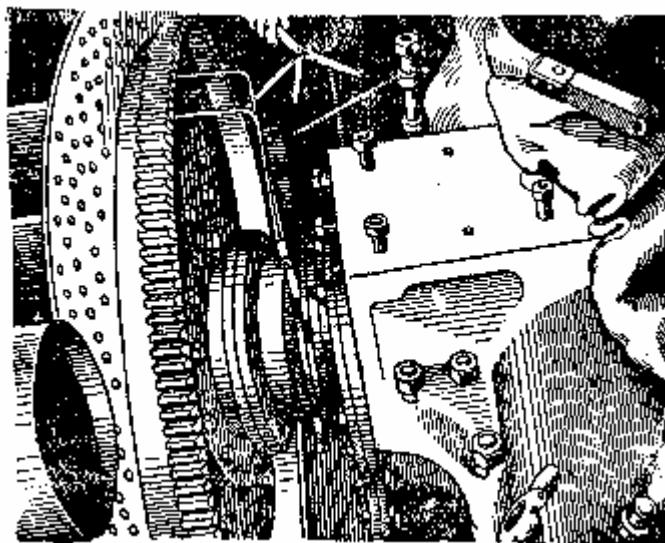

Рис. 105. Центровка двигателя с коробкой перемены передач (замер торцовог зазора)
- 4) Проверить совпадение осей ведущего вала коробки перемены передач и коленчатого вала двигателя. Эту проверку производят по двум стрелкам, одну из которых устанавливают на муфте соединения коробки с фрикционом, а другую — под гайку крепления зубчатого венца главного фрикциона, как показано на рис. 105 и 106. Разность зазора между осями стрелок при замерах сверху, снизу и с боков допускается не более 0,8 мм. В случае несовпадения стрелок более чем на 0,8 мм нужно подобрать соответствующей толщины прокладки под лапы двигателя или сместить двигатель в сторону, насколько позволяет это сделать зазор между болтом и отверстиями в лапах двигателя и в подмоторной раме. Под каждую лапу двигателя разрешается ставить не более трёх прокладок, суммарная толщина которых не должна превышать 1,5 мм. При значительном несовпадении стрелок в левом и правом положениях, а также в тех случаях, когда смещать двигатель в сторону, за счёт зазора между болтами и отверстиями подмоторной рамы, уже больше нельзя, — разрешается увеличение (распиловка) отверстий в подмоторной раме, но не более чем на 1 мм. Для проверки совпадения осей по стрелкам необходимо вытянуть из картера на величину люфта коленчатый вал. Это достигается выключением главного фрикциона от четырёх до пяти раз.